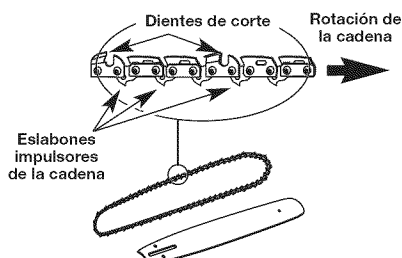

Fig. 36
1. Extienda la nueva cadena en forma plana en un anillo y enderece cualquier deformidad. Los dientes de corte encima de la barra guía deben estar orientados hacia la punta de la guía, en la dirección de rotación de la cadena (Fig. 36). Si se orientan hacia atrás, invierta la cadena.
NOTA: Verifique que la cadena esté correctamente instalada y que los dientes de corte estén orientados en la dirección correcta (Fig. 36).